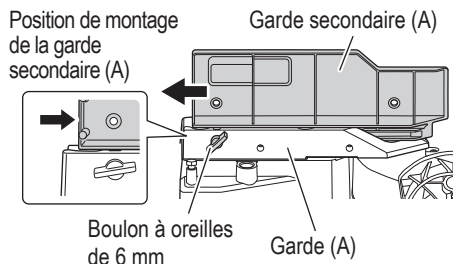

Fig. 19
- Vérification de l'utilisation de la garde secondaire (A)
Lors d'une coupe d'angle en biseau droit, desserrer la vis papillon de 6 mm, puis faites glisser la garde secondaire (A) vers l'extérieur et retirez-la, comme le montre la Fig. 19. Le non-respect de cette consigne pourrait entraîner le corps principal ou la lame de la scie d'entrer en contact avec la garde secondaire (A) et causer des dommages.
Dans le cas d'une coupe à angle direct et d'une coupe en biseau à gauche, faire glisser vers l'intérieur jusqu'à la position où la garde secondaire (A) touche et la fixer avec une vis papillon de 6 mm. (Comme illustré sur la Fig. 19)